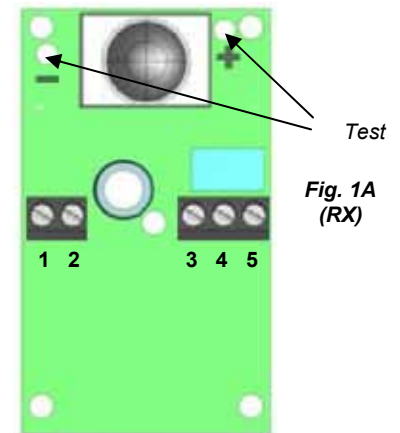

Fig. 1A
- La comprobación de la alineación se lleva a cabo midiendo con un voltímetro el valor de tensión presente en el test-point del receptor (fig. 1A). Este valor cambia, en función de los distintos parámetros entre los que destaca la distancia entre las fotocélulas. Cuanto menor sea el valor de tensión en el test-point mejor será la alineación. El valor óptimo es comprendido entre 0 y 0,2 Vcc.